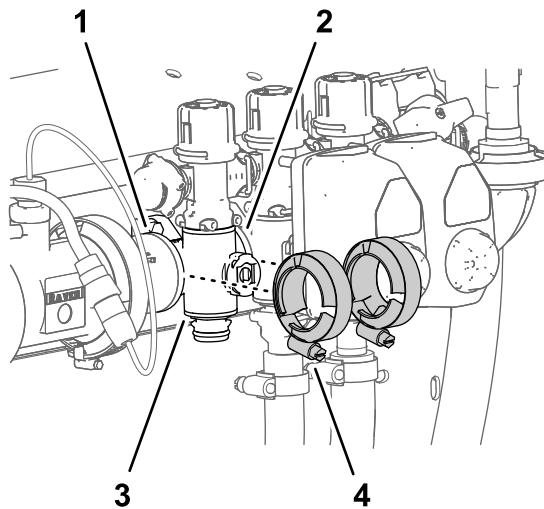

Figura 121
- Retire las 2 bridas de fijación que sujetan el distribuidor de sección a las bridas de los componentes adyacentes (Figura 121).